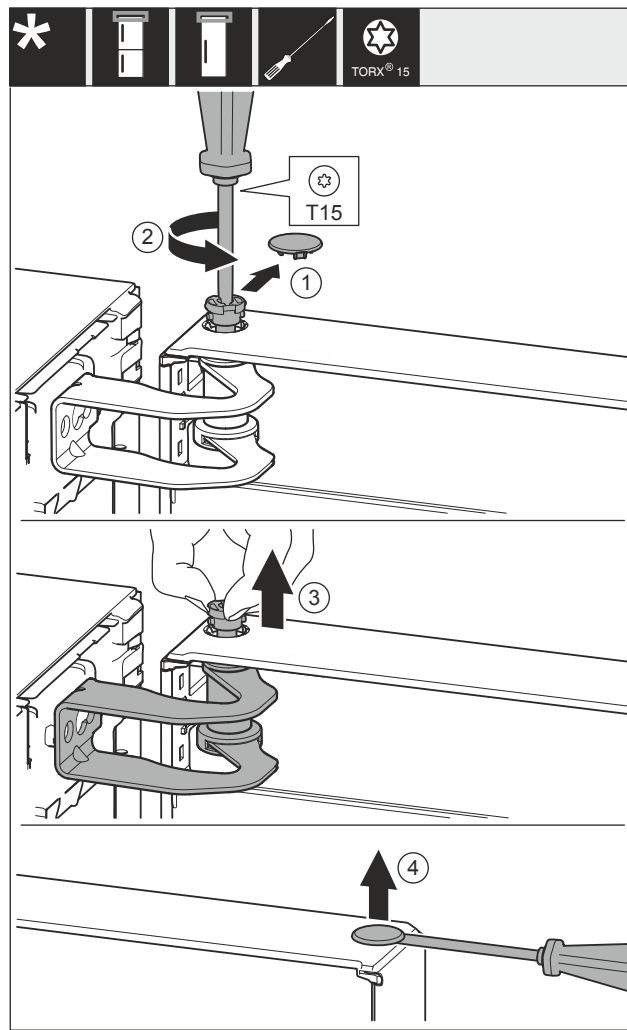

Fig. 15
- Rimuovere con cautela la copertura Fig. 15 (1).
- Estrarre di un passo i perni Fig. 15 (2) con un cacciavite.
- Estrarre i perni Fig. 15 (3) con le dita.
- Sollevare la copertura Fig. 15 (4) con cautela con un cacciavite e rimuoverla.